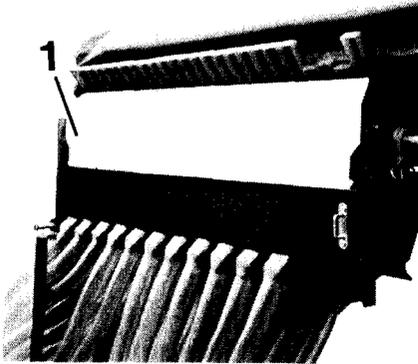
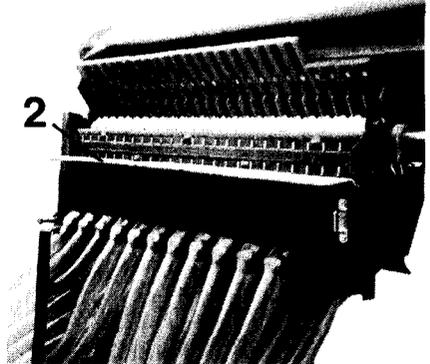
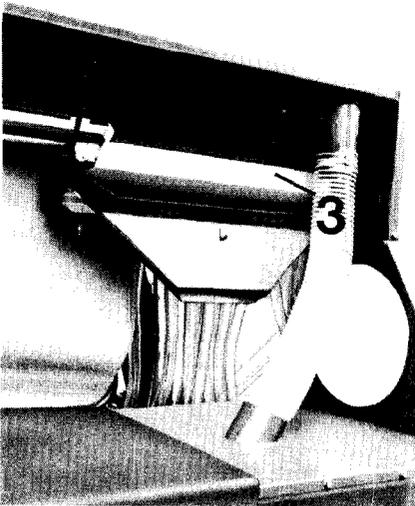

Fig. 18
Fig. 19
Fig. 20
4. Die beiden Kunststoff-Deckel (Fig. 18/1), die die Säräder schützen, in die darunterliegenden Schlitze einschieben (Fig. 19/2).
5. Falls vorhanden, den Windschutz aus Kunststoff (Fig. 20/3), der auch als Prallplatte gegen Spritzverluste dient, **unbedingt entfernen**, damit das Saatgut ungehindert in die Abdreheimer fließen kann.
9. Ist die richtige Menge eingestellt, beide Kunststoffschieber (Fig. 19/2) herausziehen und wieder in die Halterung einschieben (Fig. 18/1) und den Windschutz (Fig. 20/3) wieder über den Särädern befestigen.